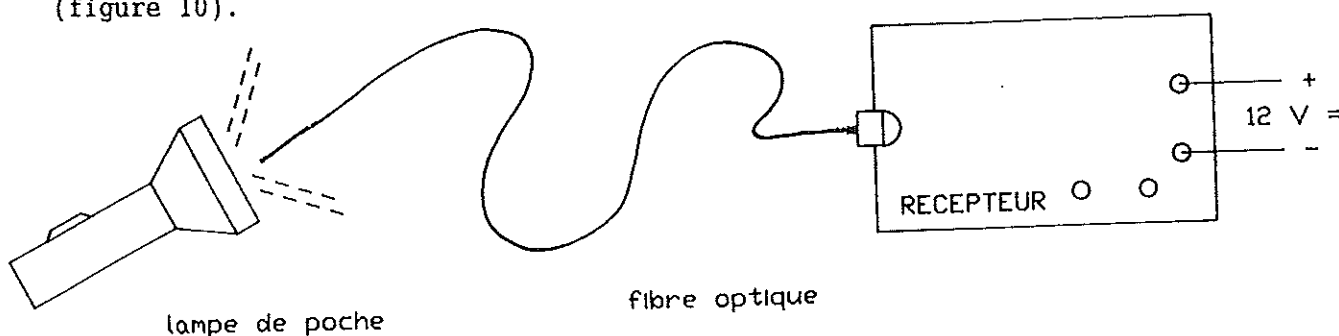

figure 10 : Détection d'un signal lumineux par le récepteur
- éclairer l'extrémité de la fibre à l'aide d'une lampe de poche (figure 10).